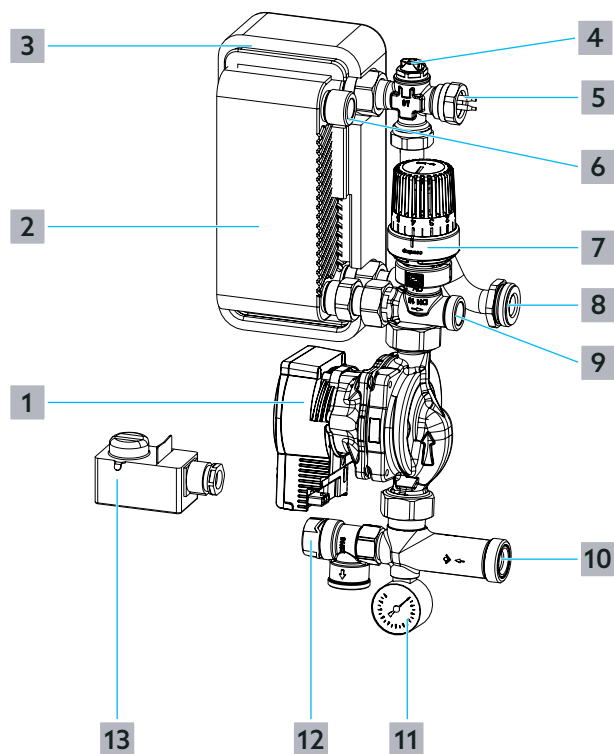

Fig. 2: Construction du module de séparation de circuits de chauffage Duo
- 1 Raccorder le module de séparation de circuits de chauffage Duo au distributeur/collecteur pour circuits de chauffage. Veiller à ce que l'aller et le retour soient correctement raccordés (voir Fig. 2 en page 39).